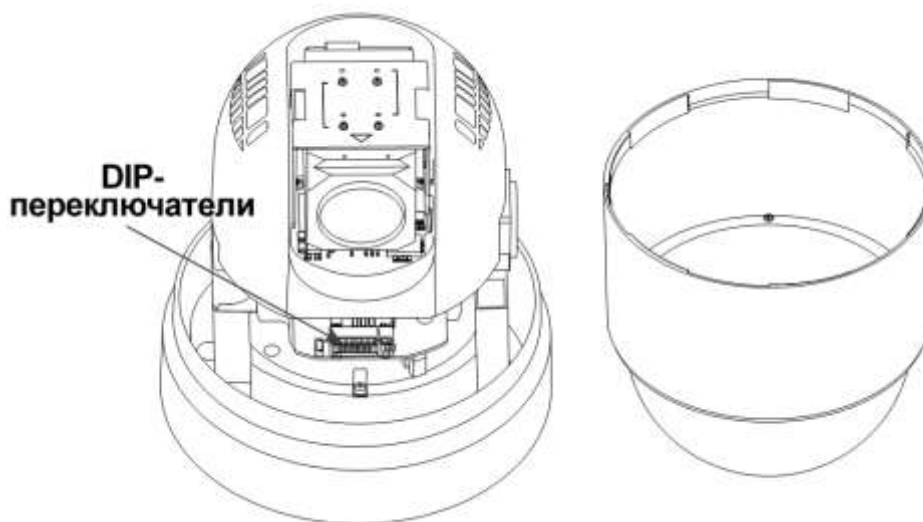

Рис. 1.2. Расположение DIP-переключателей
DIP-переключатель SW1 с 8 переключателями используется для настройки адреса (ID) видеокамеры. DIP-переключатель SW2 используется для настройки скорости передачи данных. Расположение DIP-переключателей показано на Рис. 1.2.